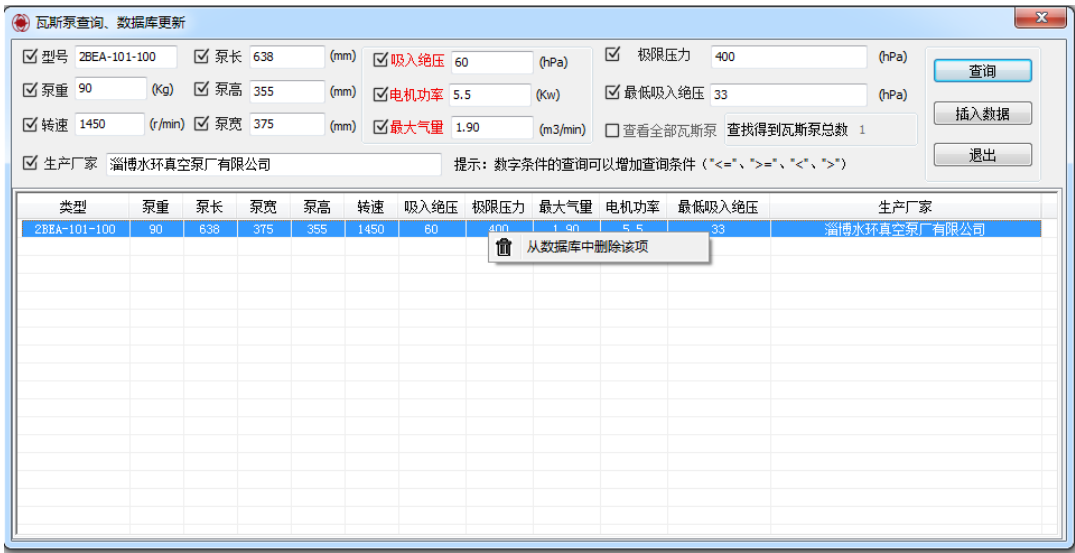
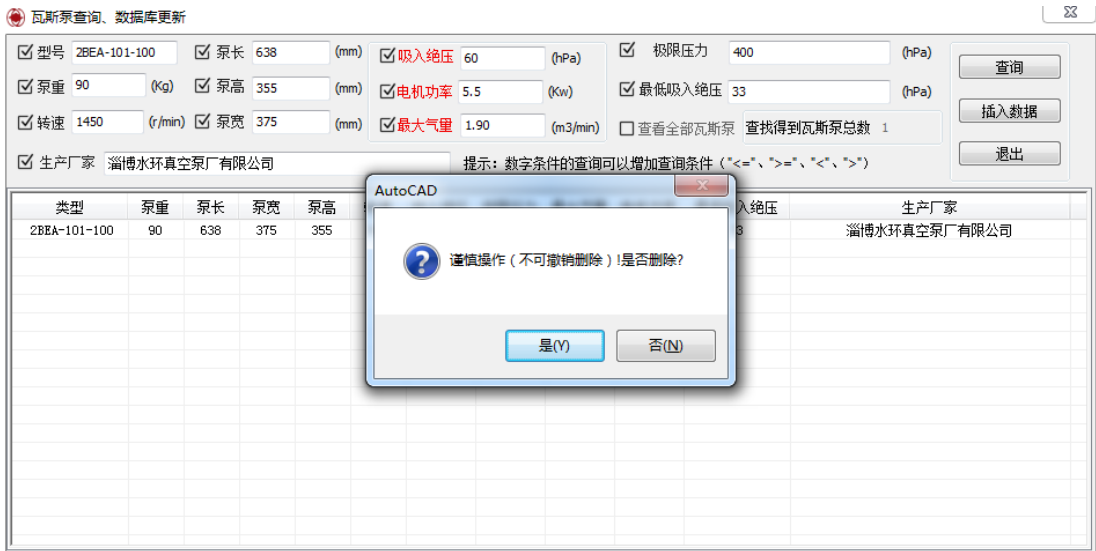
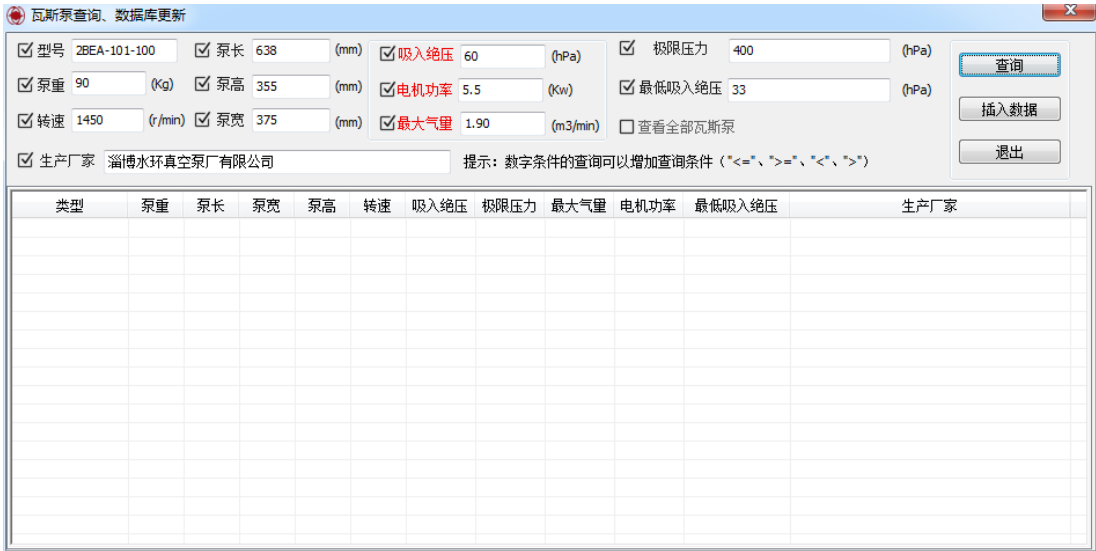

图 3-92 删除瓦斯泵数据右键菜单
图 3-93 询问是否删除数据对话框
图 3-94 瓦斯泵数据删除成功
4. 删除瓦斯泵数据，在列表选中一行后右击，如图 3-92 所示，单击【从数据库中删除该项】，则会弹出如图 3-93 所示对话框，询问是否需要彻底删除该组数据，如果确定删除则单击确定按钮，则会从数据库中删除刚才所选中的一组瓦斯泵数据，如图 3-94 所示，此时编辑框中仍然保存了之前需要删除的那组数据，再次单击【查询】将查不到数据，如果发现之前删除有误，不想删除数据，此时应该立即单击【插入数据】按钮，进行上一步操作，以免数据从数据库中丢失。